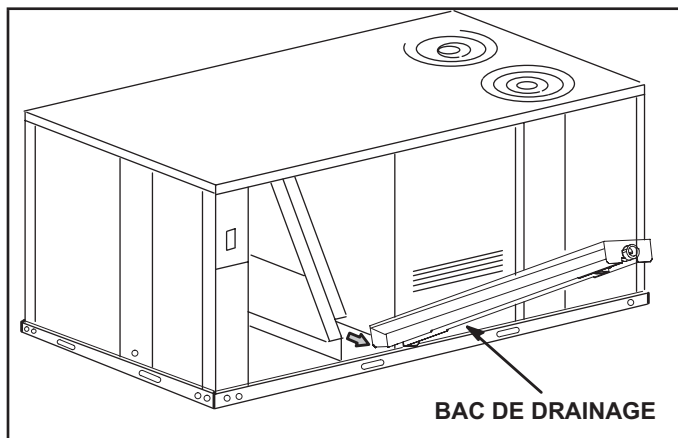

FIGURE 6
- 4 - Soulevez le bord avant du bac de drainage (pour passer au-dessus de l'obturateur de drainage inférieur) et faites glisser le bac hors de l'appareil. Reportez-vous à la FIGURE 6.